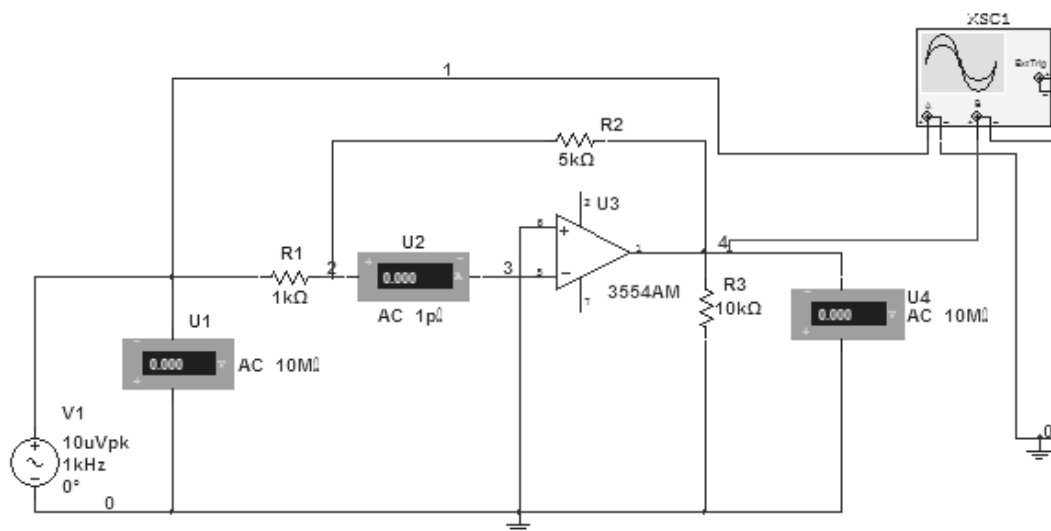

Рис. 2
5.10. Откройте схему усилителя с отрицательной обратной связью (ОУ с ООС) (рис. 2).